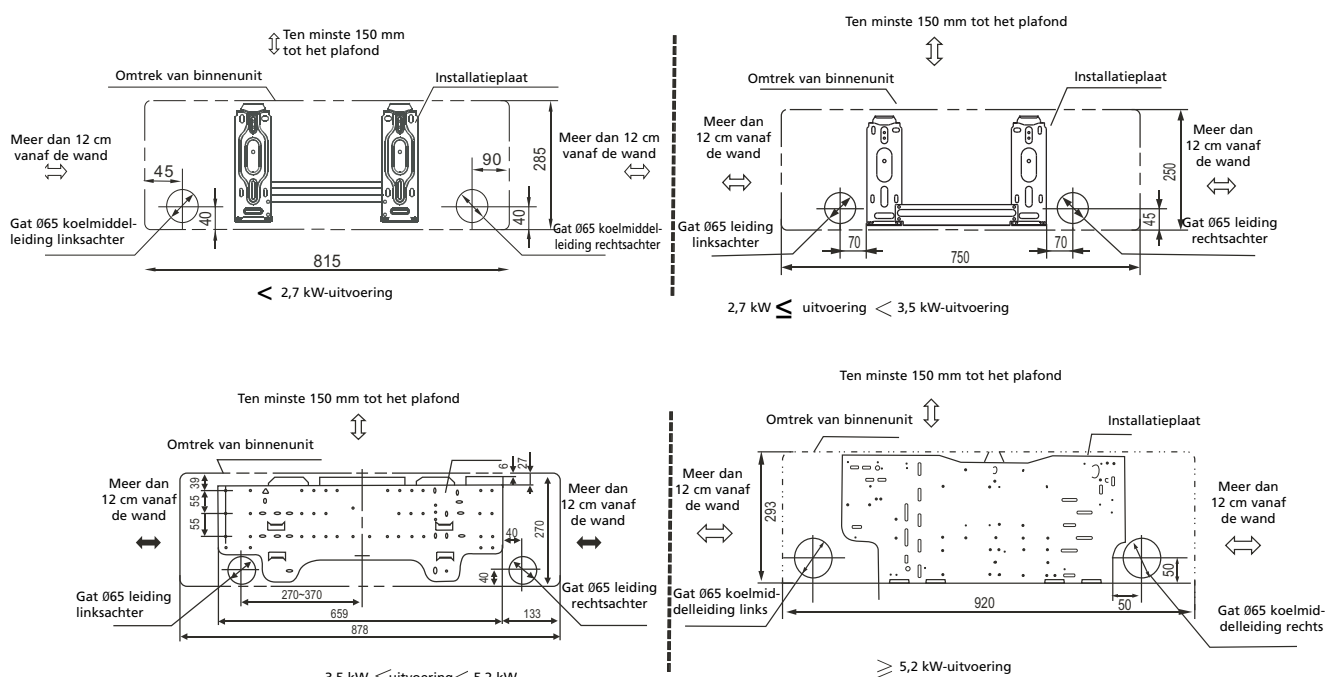

Fig. 5
1. Bepaal de positie van de gaten aan de hand van het schema in Fig. 5. Boor één ① gat (65mm) enigszins schuin omlaag in de richting van de buitenzijde; dit voorkomt dat er water naar binnen dringt.